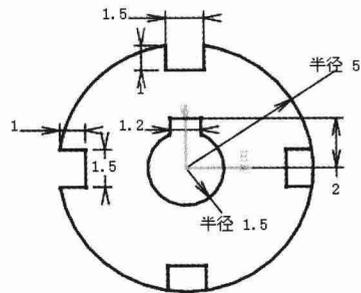
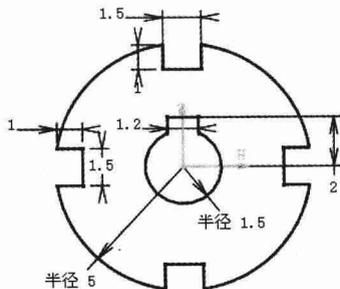

图 2.8 镜像
图 2.9 修剪草图
Step8. 创建图 2.8 所示的镜像。选择下拉菜单 **插入** → **操作** → **变换** → **镜像** 命令；选择竖直 V 轴作为镜像中心线。
Step9. 添加修剪操作。选择下拉菜单 **插入** → **操作** → **重新限定** → **快速修剪** 命令；选取图 2.8 所示的修剪的部分，修剪后的图形如图 2.9 所示。